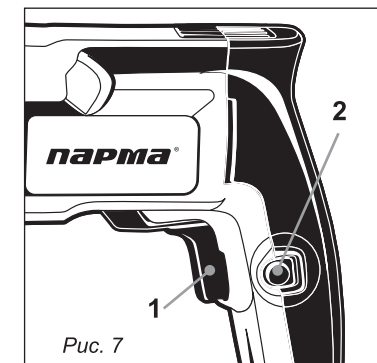

Рис. 7
6.5. Кнопка фиксации выключателя (рис. 7)